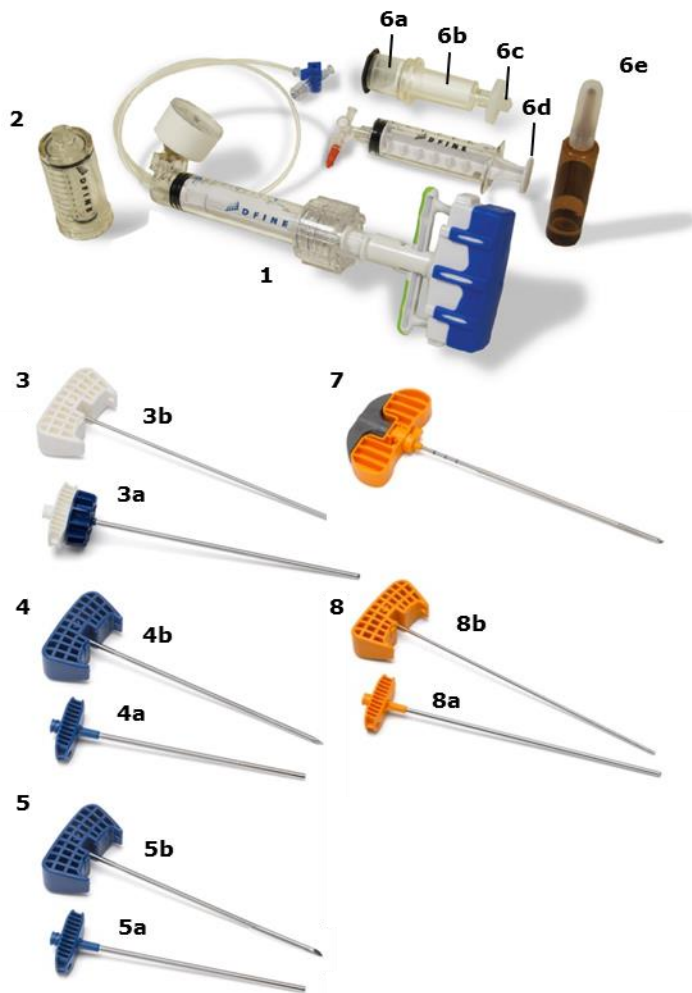

Figure 1. Système d'augmentation vertébrale StabiliT MX
Le système d'augmentation vertébrale StabiliT MX est un système conçu pour l'administration contrôlée de ciment osseux StabiliT pour le traitement des fractures vertébrales par compression. Le système d'augmentation vertébrale StabiliT MX peut comprendre un maximum de huit (8) composants (Figure 1).